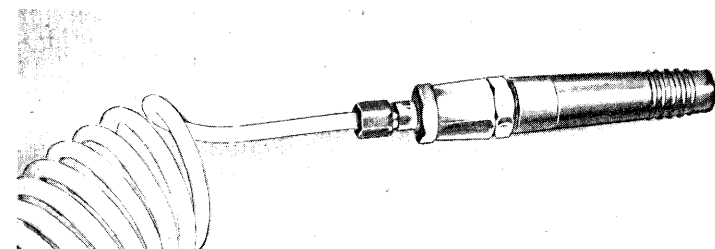

Fig. 11
- 17) Un souffleur à air comprimé pour le nettoyage de l'unité (fig.11)